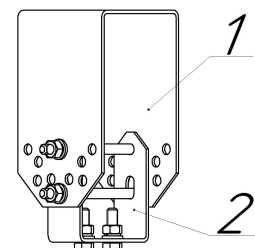

Рисунок 4
2.1.2. Поворотное крепление для установки светильника под углом от 0° до 90° (рисунок 4) - **приобретается отдельно.**
- разъединить скобу п.1 от скобы п.2 см. рисунок 4;